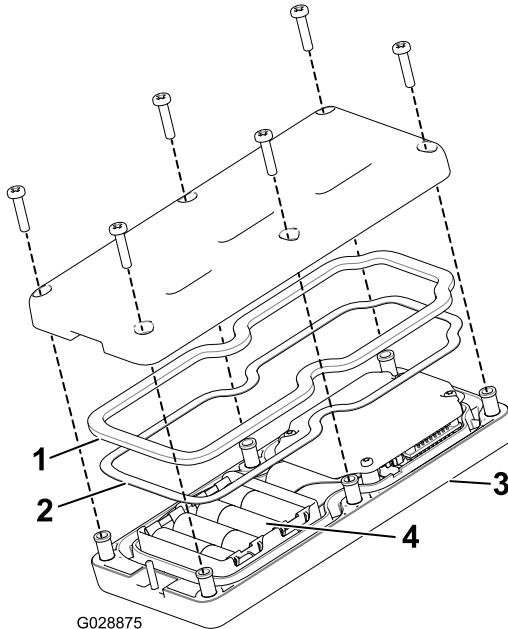

図 46
3. リモートの裏側にあるねじ6本を外してカバーを取り(図46)。
5. 新しい電池を入れる 向きに注意すること。電池を正しく入れないと、機械が損傷することがないが、操作ができない。電池を入れる箇所にはプラス・マイナスの表示がある **図 46**。
6. ゴム製シールとスチール製のガスケットを外してしまった場合は、これらを注意深く溝にセットする (**図 46**)。
7. カバーを元通りに取り付け、先に取り外したねじ6本を使って固定し **図 46**、各ねじを  $1.5\sim1.7\text{N}\cdot\text{m}$   $0.15\sim0.17\text{kg}\cdot\text{m} = 13\sim15\text{ in-lb}$  にトルク締めする。